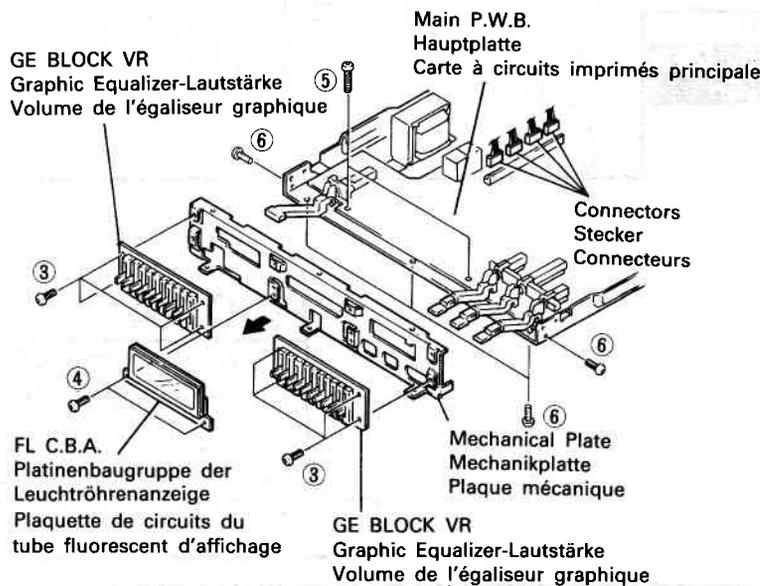

Fig. 3 Abb. 3
3. GE BLOCK VR (Fig. 3)
4. FL C.B.A. (Fig. 3)
5. Mechanical Plate (Fig. 3)
3. Graphic Equalizer-Lautstärke (Abb. 3)
4. Platinenbaugruppe der Leuchtröhrenanzeige (Abb.3)
5. Mechanikplatte (Abb. 3)
3. Volume de l'égaliseur graphique (Fig. 3)
4. Plaquette de circuits du tube fluorescent d'affichage (Fig. 3)
5. Plaque mécanique (Fig. 3)